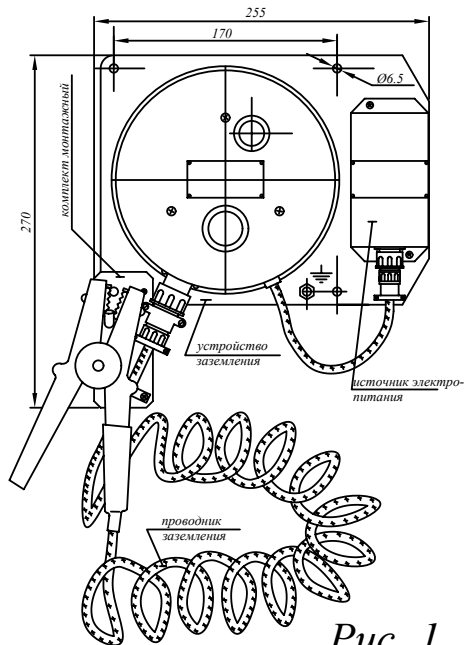

Рис. 1
7.1 Устройство заземления и контроля устанавливается рядом с устройством налива (слива), желательно с левой стороны по ходу движения автоцистерны, на высоте 1,5 – 1,7м от земли. Проводник заземления, со стороны устройства заземления, должен быть жестко закреплен к элементам крепления устройства заземления, свернут в кольцо диаметром не менее 1м. и надет на крюк (см.рис.1).